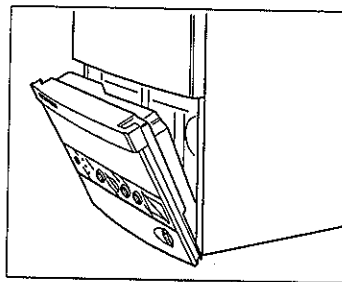

Fig. 2
- Il pannello si porta in avanti per caduta (fig. 2);